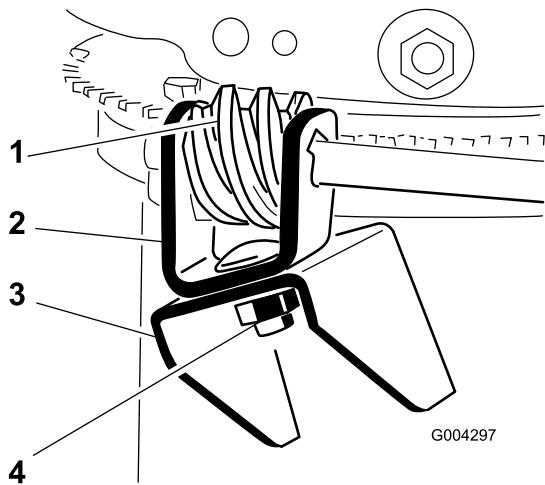

Figure 11
- Enduisez la vis sans fin de graisse universelle N° 2 (Figure 11).
4. Montez la vis sans fin et le support sur la bride de fixation, sans serrer, à l'aide d'un boulon, d'une rondelle Belleville et d'un contre-écrou, comme illustré à la Figure 11.
5. Glissez la vis sans fin dans les dents de la couronne de retenue de l'éjecteur et serrez le contre-écrou (Figure 11).